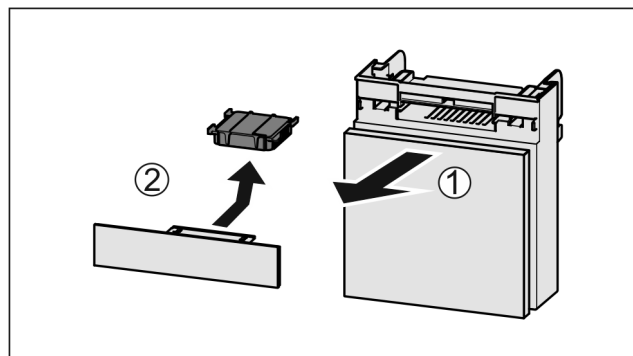

Fig. 114
- Lade vanaf de voorkant eruit trekken Fig. 114 (1).
- Actievekoolfilter verwijderen Fig. 114 (2).